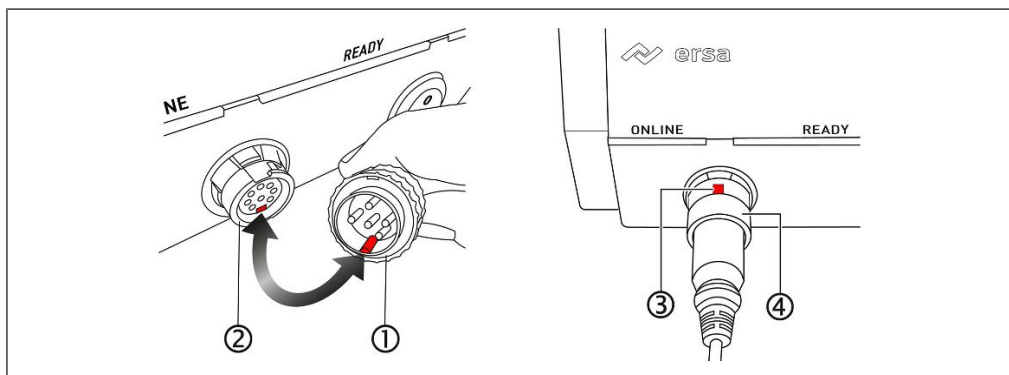

Fig. 6: Branchez la fiche du fer à souder
f) Fig. 6 à gauche : Insérez la fiche du fer à souder [1] dans la prise du fer à souder du poste de soudage [2]. Alignez le verrou anti-rotation de la fiche avec la marque inférieure de la douille, voir la flèche.
- g) Fig. 6 - à droite : Alignez l'évidement de l'écrou-raccord sur la fiche du fer à souder [3] vers le haut. Poussez ensuite l'écrou-raccord [4] sur la fiche d'une pression et verrouillez-le avec une rotation de 90° dans le sens des aiguilles d'une montre.